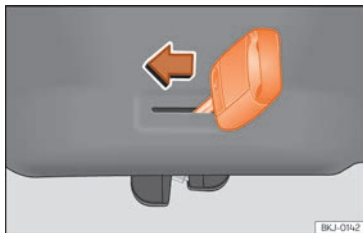

Fig. 9 Ouverture d'urgence du hayon arrière.
- Introduisez le panneton de la clé dans la rainure et déverrouillez le système de fermeture en faisant tourner la clé de droite à gauche, comme indiqué par la flèche » » fig. 9.